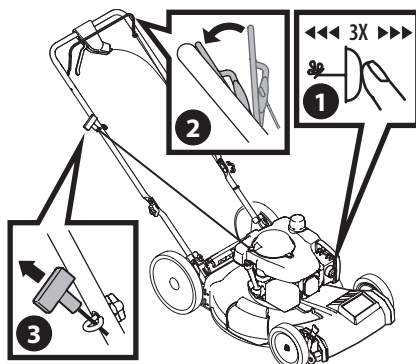

Figure 5
1. Pressez trois fois sur l'amorce et attendez environ deux secondes avant de presser de nouveau(Figure 5). Lorsque la température est inférieure à 10° C (50° F), pressez cinq fois sur l'amorceur. Si le moteur est chaud, il suffit de presser sur l'amorceur une fois, peu importe la température.
3. Tirez sur la poignée du lanceur à rappel jusqu'à ce que vous sentiez une légère résistance, puis tirez rapidement sur la poignée pour faire démarrer le moteur et empêcher la corde de s'enrouler rapidement(Figure 5). Répétez l'opération au besoin.